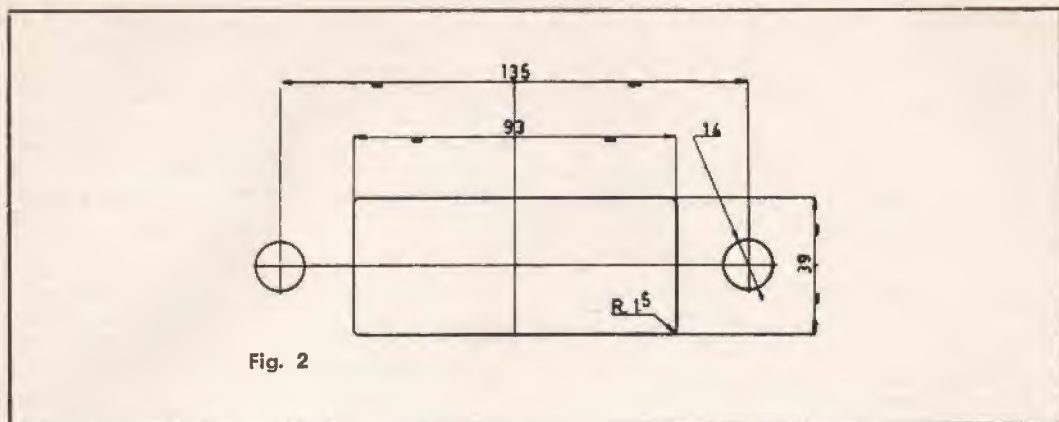

Fig. 2
- Praticare nella plancia, ove già non esista, la foratura indicata dalla fig. 2.